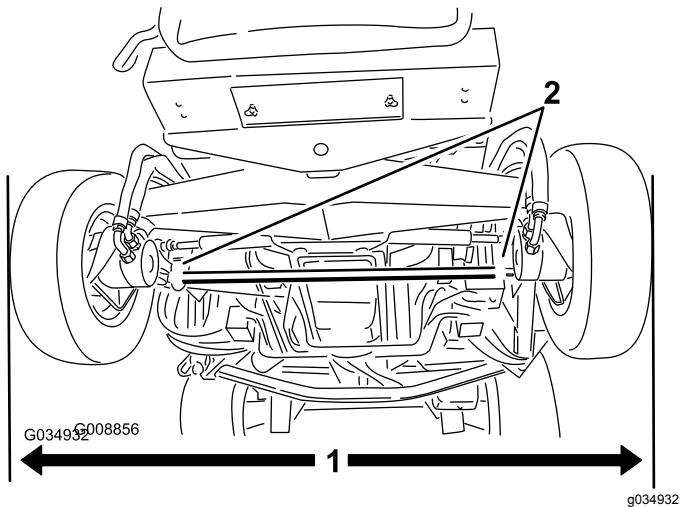

Рисунок 115
1. Установив задние шины строго прямолинейно, измерьте наружное расстояние (на высоте моста) в передней и задней частях задних шин (Рисунок 115).
2. Для регулировки схождения ослабьте зажимы на обоих концах поперечных тяг (Рисунок 115).